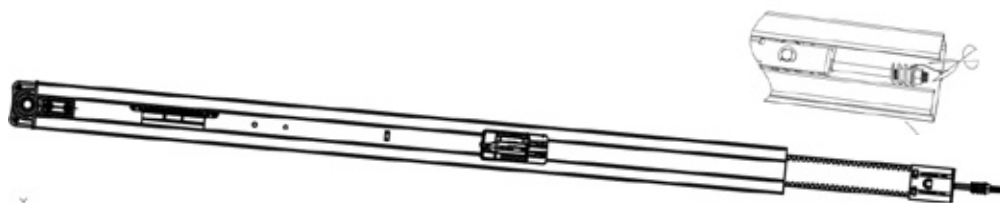

Fig. 5
5. Siguiendo la Fig. 5, corta la abrazadera de plástico en la varilla roscada "A" y tira de la varilla "A" junto con la correa interior hacia la funda